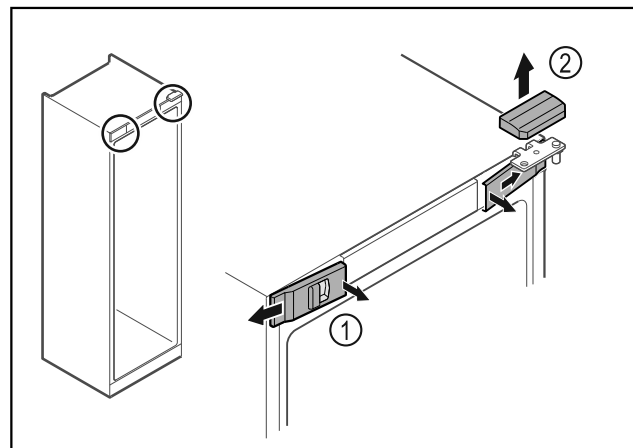

Fig. 12
- ▶ Lossa skydden fram Fig. 12 (1) på insidan och ta av dem åt sidan.
- ▶ Ta av det övre skyddet Fig. 12 (2) uppåt.